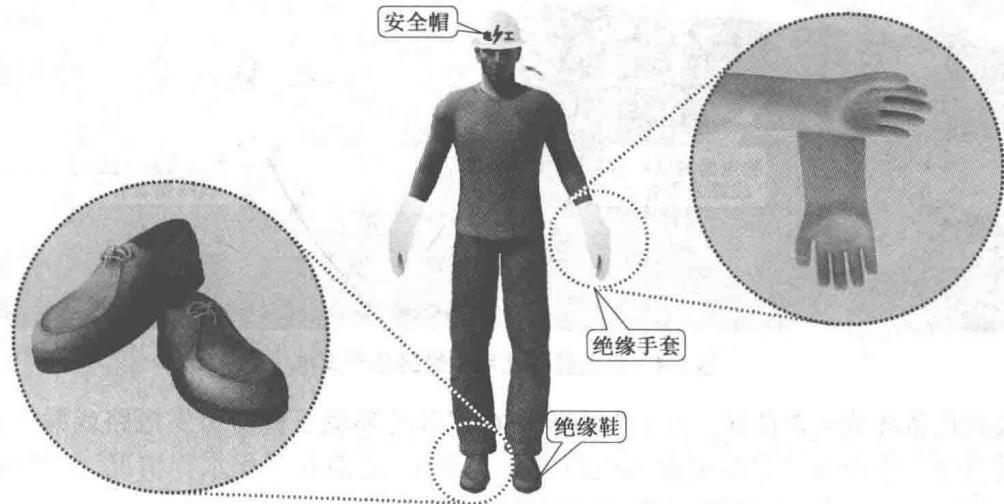

图 1-1 操作人员的着装安全
①操作人员的着装安全。作业前应详细检查所用工具是否安全可靠,并穿戴好必需的防护用品,如安全帽、绝缘手套、绝缘鞋、长袖衣服等,以确保人体和地面绝缘,如图 1-1 所示。严禁在衣着不整的情况下进行工作。对于更换灯泡或熔丝等细致工作,因不便佩戴绝缘手套而需徒手操作时,应先切断电源,并确保操作人员与地面绝缘(如穿着绝缘鞋、站立在干燥的木凳或木板上等)。